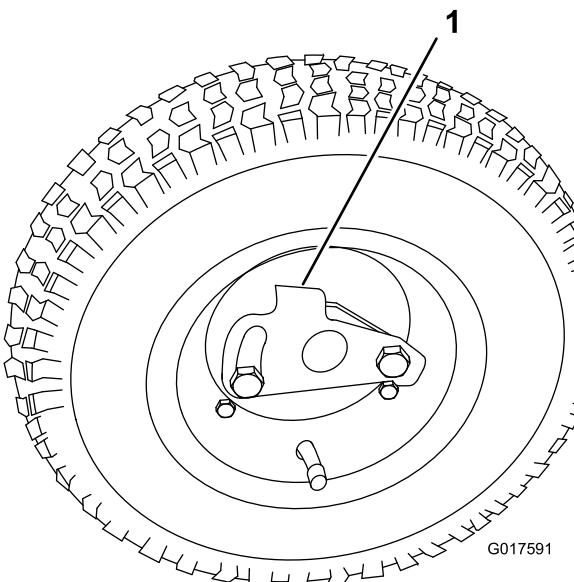

Figura 10
- Gire o dispositivo de bloqueio da roda para fora do centro da roda permitindo que se afaste do eixo (Figura 10).